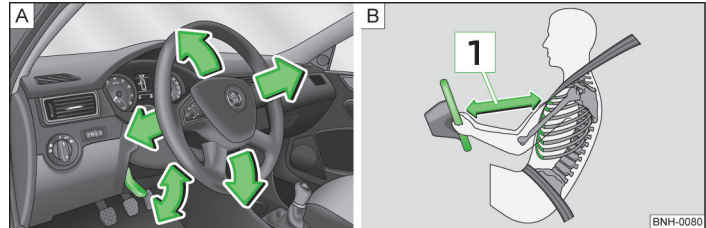

Abb. 62 Verstellbares Lenkrad: Hebel unter der Lenksäule / Sicherer Abstand zum Lenkrad
- Einen Abstand zum Lenkrad von mindestens 25 cm 1 » Abb. 62 - B » Seite 70 einhalten. Wenn Sie den Mindestabstand nicht einhalten, kann Sie das Airbag-System nicht schützen - Lebensgefahr!
- Den Hebel unter dem Lenkrad nach unten schwenken » Abb. 62 - A.